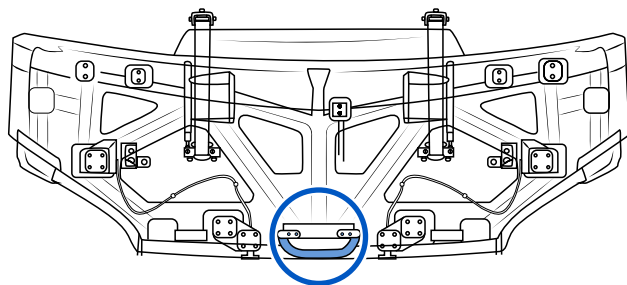
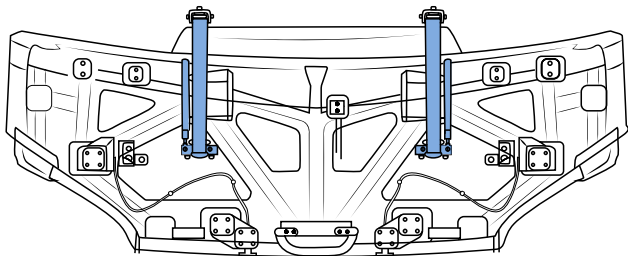

Figure 14 - Vue arrière du capot avec poignée de fermeture
Figure 15 - Bras de verrouillage du capot.
3. Soulevez le capot. Une poignée de fermeture est fixée à l'arrière du capot (**Figure 14**).
4. Pour bloquer le capot en position ouverte, repoussez les deux bras de maintien (Figure 15).
1. Saisissez la poignée (Figure 14) et repoussez légèrement le capot vers le haut, tout en ramenant les deux bras de maintien à leur position initiale. (Figure 15).